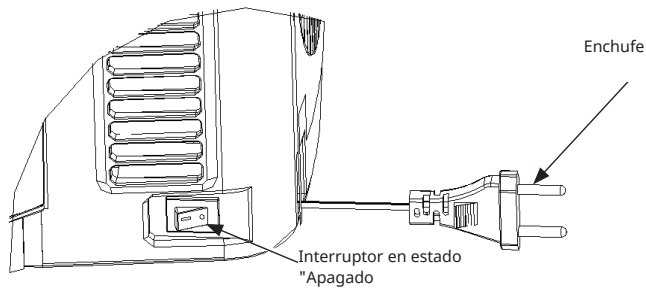

Figura 8
2. A continuación, instale el adaptador (es decir, la boquilla Heineken) (como se muestra en las figuras 5 y 6) del enfriador de cerveza según el método que figura en la descripción del barril (como se muestra en la figura 8).
5. Gire el interruptor de encendido a la posición "1" para encender la nevera. (Mientras que la posición "0" es para apagarlo) (como se muestra en la figura 8).